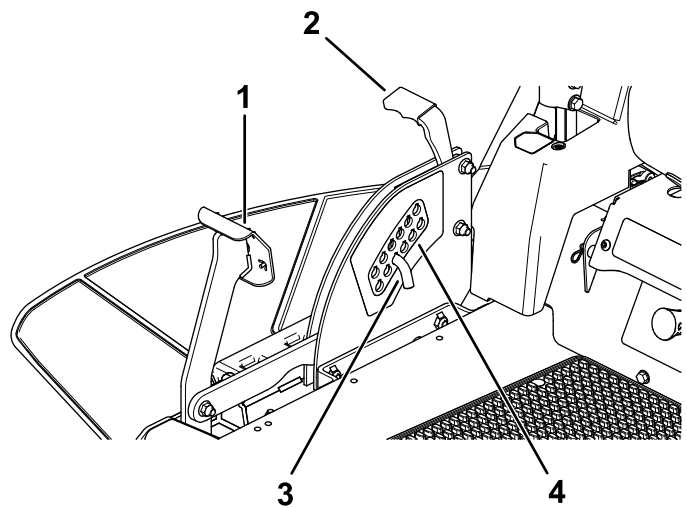

**Figura 28**
- Pressione o pedal de elevação da plataforma; continue a pressionar o pedal até que a plataforma esteja bloqueada na posição de transporte (Figura 28).
- Carregue no pedal de elevação da plataforma com o pé e puxe a pega de bloqueio de transporte para trás para desengatar o bloqueio de transporte (Figura 28).
4. Carregue no pedal de elevação da plataforma com o pé e puxe a pega para trás para desengatar o bloqueio de transporte (Figura 28).